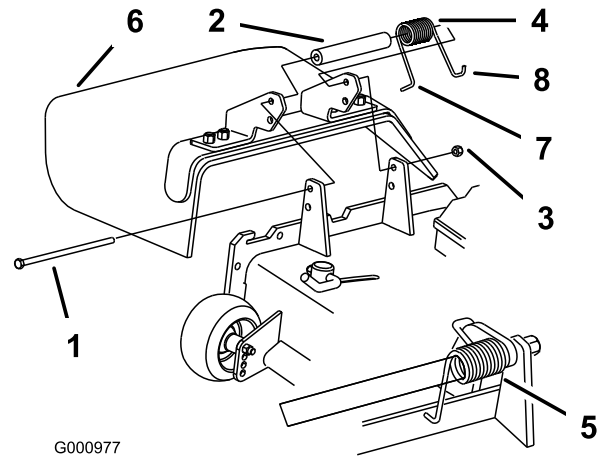

Figura 36
1. Togliete il dado di bloccaggio, il bullone, la molla e il distanziale che fissano il deflettore alle staffe orientabili del tosaerba (Figura 36). Togliete il deflettore di sfalcio se è danneggiato o consumato.
Nota: Verificate che l'estremità L della molla si trovi dietro il bordo del piatto di taglio prima di montare il bullone, come illustrato nella Figura 36.
3. Montate il bullone e il dado. Infilate l'estremità a gancio J della molla attorno al deflettore di sfalcio (Figura 36).